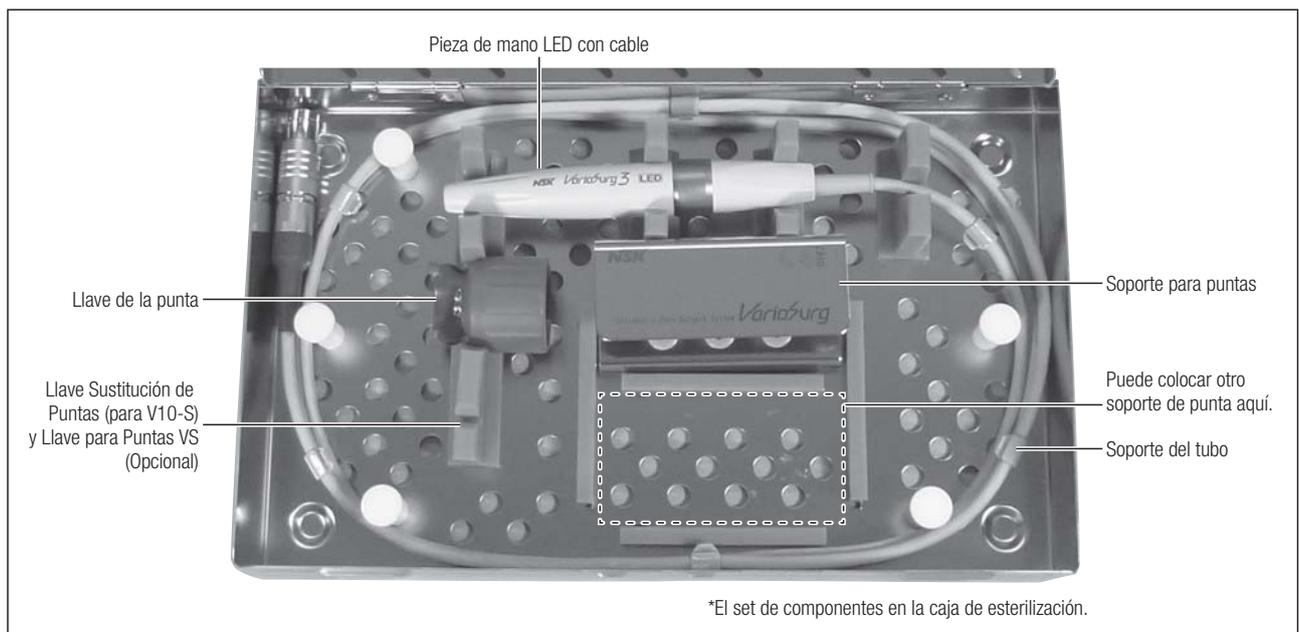

Fig. 24
- 1) Coloque la pieza de mano con el cable y la llave para puntas en el casete de esterilización. (Fig. 24)